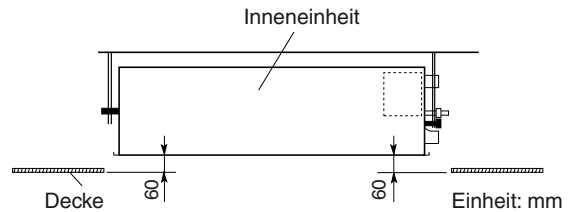

Abb. 9-19
- (1) Den Abstand zwischen der Einheit und der Deckenfläche (60 mm) mit den beiden Sechskantmuttern der Installationslehre folgend abgleichen, wie in Abb. 9-19 gezeigt.